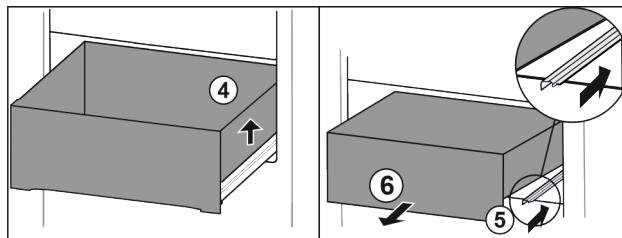

Fig. 78
- Nadvihnite zásuvku doprava. Fig. 78 (4)
- Zasuňte pravú koľajničku. Fig. 78 (5)
- Odoberte zásuvku dopred. Fig. 78 (6)